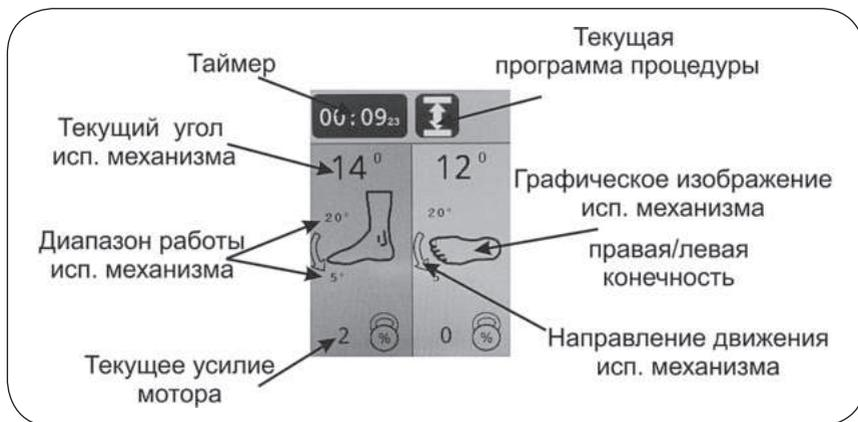

Рисунок 7.3 – Дисплей режима выполнения процедуры
### 7.1. Дисплей режима выполнения процедуры (см. рис. 7.3).
- В зоне А: заданный пользователем диапазон работы, текущее положение (угол) в градусах (аналогично рис. 7.3) для механизма А, а также меню его установок.
- В зоне В: заданный пользователем диапазон работы, правая (левая) конечность, текущее положение (угол) в градусах (аналогично рис. 7.3) для механизма В, а также меню его установок.
Запуск процедуры осуществляется кнопкой . Запуск возможен только когда отображается основной экран, при этом дисплей переходит в режим выполнения процедуры (см. рис. 7.3).
<p>Переключение нагрузки (схема блокировки)</p> <p>Мотор автоматически переключается на противоположное движение, когда сопротивление пациента (нагрузка) превышает заданное значение. Настраивается от 1% до 99% с шагом 1%. В случае, если после изменения направления движения нагрузка вновь превышает установленное пороговое значение достаточно длительное время, то система управления фиксирует состояние перегрузки моторредуктора и выдаёт сообщение об ошибке с соответствующим кодом.</p> <p>При установке значения, превышающего 99%, появляется значок , означающий отключение функции. При этом на дисплее в режиме выполнения процедуры (см. рис. 7.3) отображается текущее значение нагрузки рядом с иконкой , функция переключения нагрузки не работает, мотор развивает максимальное усилие.</p> <p>⚠ ВНИМАНИЕ! Одинаковое установленное значение уровней блокировки для пользователей с разной массой отличается. Для каждого пользователя установка подбирается индивидуально.</p> <p>⚠ ВНИМАНИЕ! Переключение нагрузки (схема блокировки) является функцией безопасности, для защиты пациента в случае возникновения спазмов, судорог, блокады суставов и других аналогичных ситуаций. Производитель не несет ответственности за неправильное использование данной функции.</p>